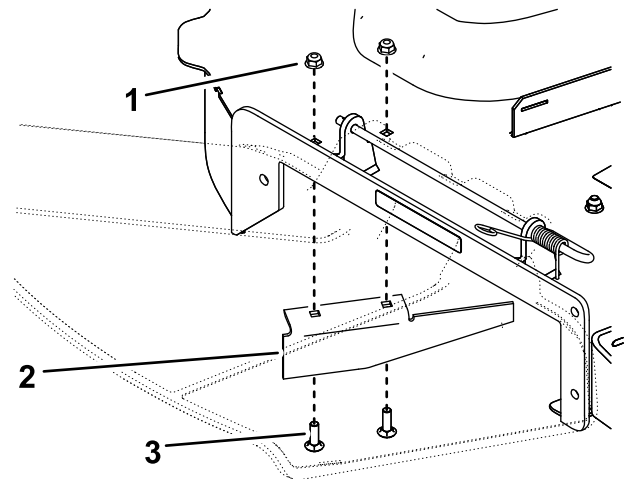

Figura 8
1. Remova os dois parafusos e as duas porcas que prendem o abafador de descarga existente à plataforma e remova o abafador de descarga (Figura 8).